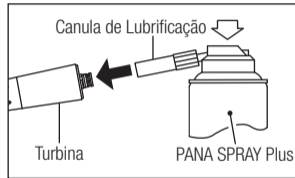
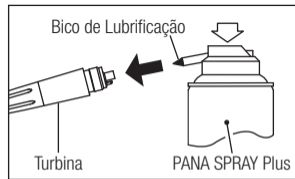

Fig. 10
Fig. 11
- 3) Introduza a cânula de lubrificação na parte posterior da turbina. Segure na turbina e lubrifique durante aproximadamente 2 a 3 segundos. Aplique lubrificante até sair pela cabeça da turbina durante pelo menos 2 segundos. (Fig. 10)
- 2) Monte o bico de lubrificação no orifício da botija de spray. (Fig. 11)
- 3) Lubrifique a turbina com NSK PANA SPRAY Plus (Fig. 10, Fig. 11) ou sistema NSK de limpeza de lubrificação e limpeza automática.